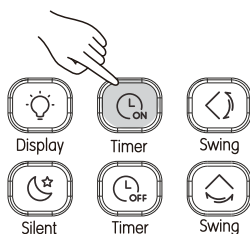

Abb. 3.17
① Drücken Sie auf  (siehe Abbildung 3.17). Jetzt erscheinen die Anzeigen Timer On an der Fernbedienung und 0.0H im Timer-Bereich. Geben Sie jetzt die Einschaltzeiten vor.